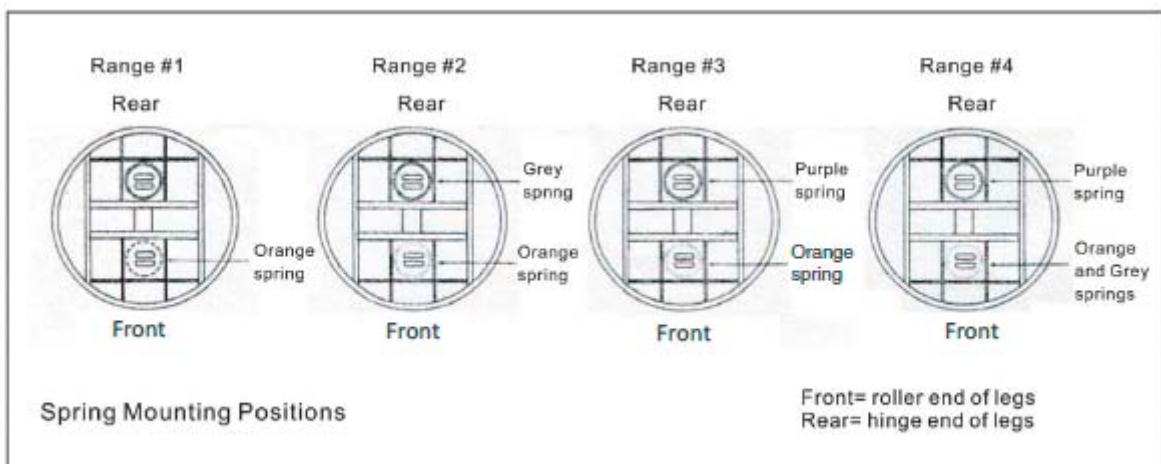

Fig. 7. Fjädrarnas placering
3. Fig. 7. Visar de övriga fjädrarnas placering vid olika behov. Säkerställ att det är korrekt fjädrar som monterats. Se Tabell 1. på sid. 5 för kontroll att rätt fjädrar används för rätt applikation.